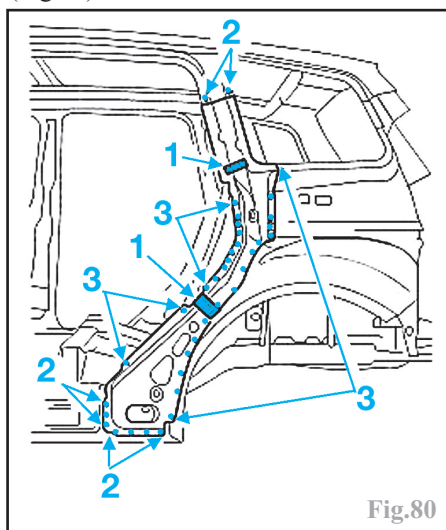

Fig.80
Appliquer de la colle monocomposant (1) sur les éléments insonorisant (NVH) (Fig.80)